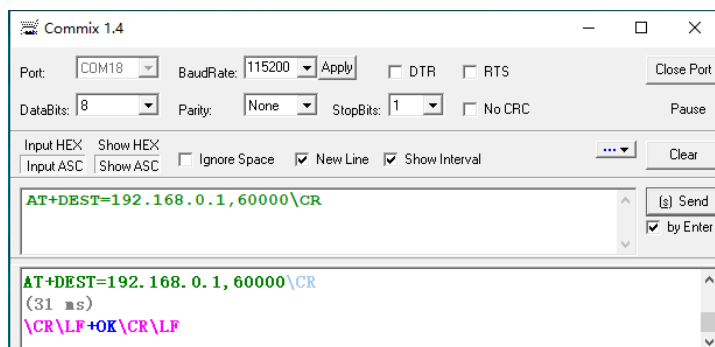

图 11-7 目标网络 IP、端口设置界面
5) 设置目标网络 IP、端口, 如图 11-7 所示, 目标 IP 设置为 192.168.0.1, 端口设置为 60000;
6) 如图 11-7 所示, 所有参数设置完成后, 退出 AT 指令模式, 程序自动返回透传模式。